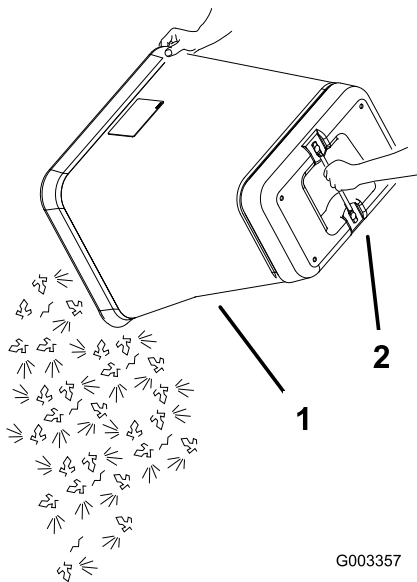

Figura 27
6. Segure a pega na parte inferior do saco e vire-o para esvaziar o saco (Figura 27).